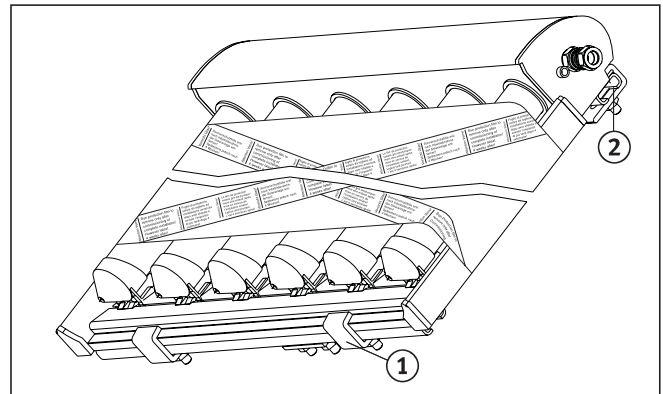

Abb. 4.19 Montage des Kollektors
- Legen Sie den Kollektor auf die Auflageschienen und lassen Sie ihn in die untere Krallen rutschen (Abb. 4.19, Pos. 1).